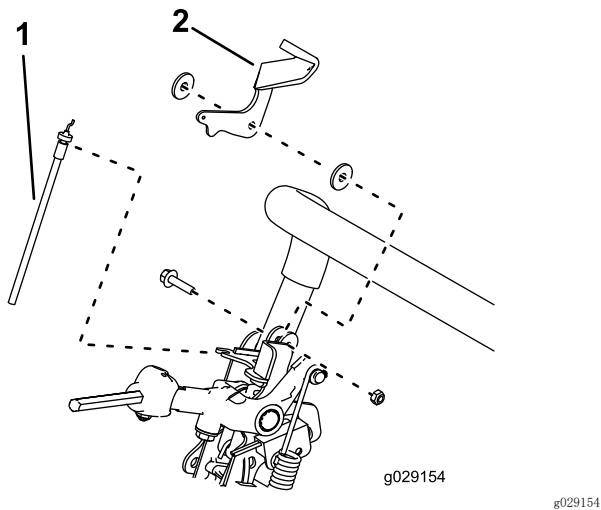

图4
8. 拆下并丢弃油门拉索（图4）。
9. 拆下并丢弃油门杆，但应保留固定件（图4）。